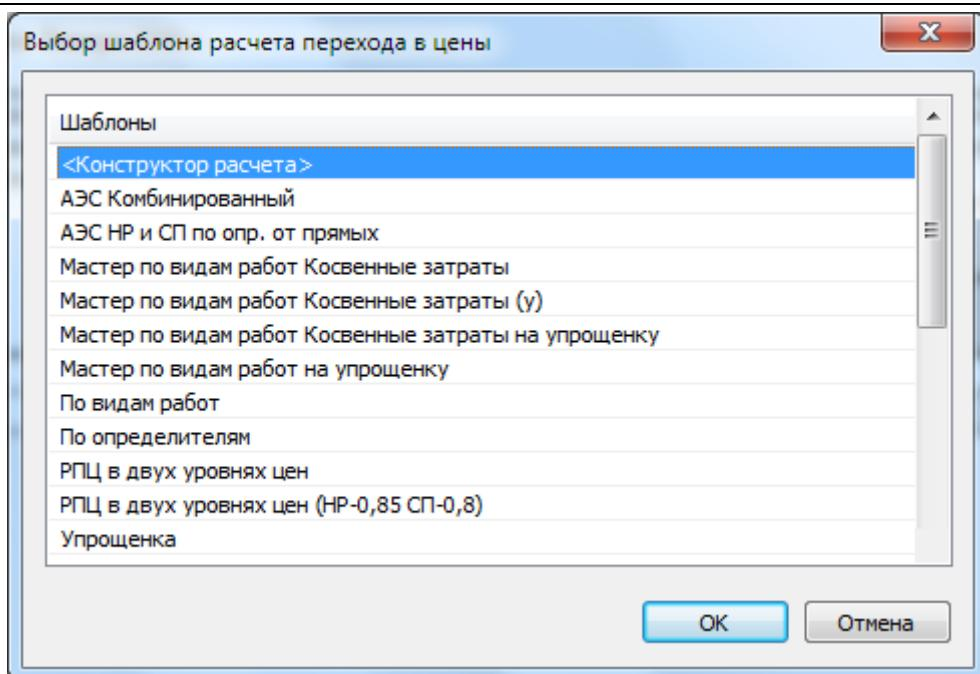

Рис. 4.43 Диалоговое окно Выбор шаблона расчета перехода в цены
4. В открывшемся диалоговом окне *Выбор шаблона расчета перехода в цены* (рис. 4.43) выбрать из списка нужный шаблон расчета и нажать на кнопку **OK**.